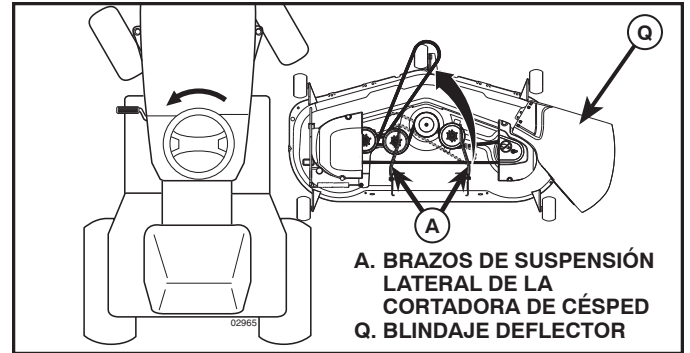

Fig. 7
**4. DESLICE LA CORTADORA DE CÉSPED DEBAJO DEL TRACTOR (Vea Fig. 7)**
**NOTA:** asegúrese de que los brazos de suspensión lateral de la cortadora de césped (A) estén orientados hacia adelante antes de deslizar la cortadora de césped debajo del tractor.